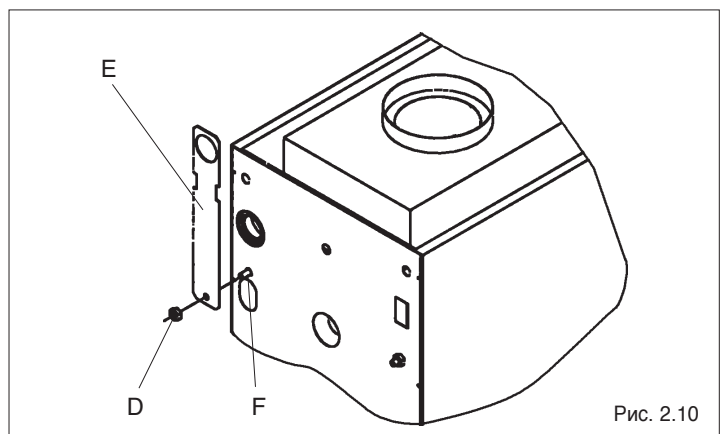

Рис. 2.10
- отвинтите гайку D верхнего заднего болта (Рис. 2.10);